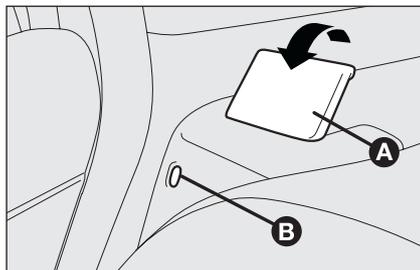

fig. 3
**AVVERTENZA** Il corretto aggancio dello schienale è garantito dalla scomparsa della “banda rossa” **B**-fig. 3 presente di fianco alle leve **A** di abbattimento schienale. Tale “banda rossa” indica infatti il mancato aggancio dello schienale.
**Assicurarsi che lo schienale risulti correttamente agganciato su entrambi i lati (“bande rosse” B-fig. 3 non visibili) per evitare che, in caso di brusca frenata, lo schienale possa proiettarsi in avanti causando ferimento ai passeggeri.**